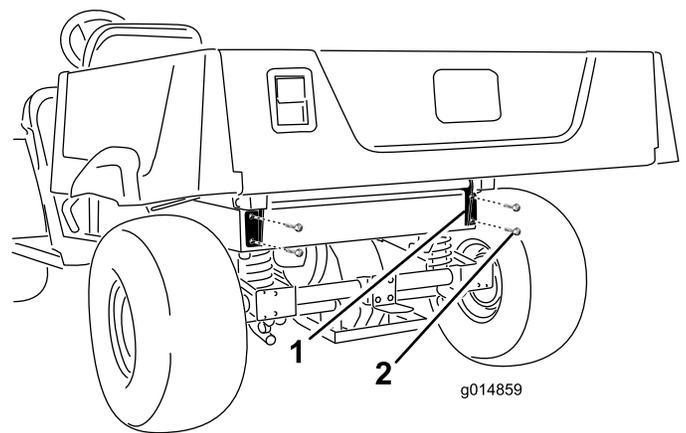

Figura 8
6. Utilizzando i dispositivi di fissaggio precedentemente rimossi, fissate le staffe dell'asta orientabile sulla parte inferiore del pianale sul retro del cassone (Figura 8); serrate i dispositivi di fissaggio a 1,3 N·m.